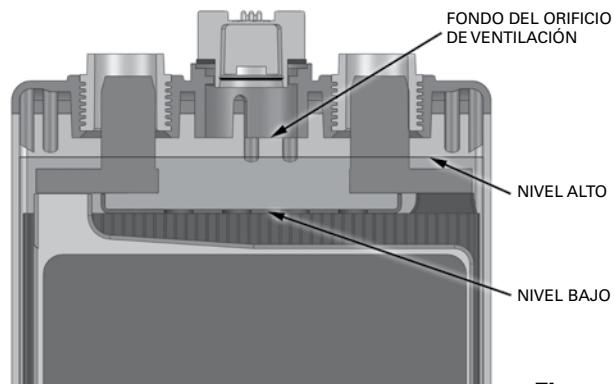

Figura 4
- Una pistola de suministro aprobada por HAWKER® es una herramienta práctica y precisa para facilitar el suministro de agua, ya que llena hasta una altura preseleccionada y se apaga automáticamente; sin embargo, debe ajustarse correctamente para que llene las celdas según los niveles indicados en la **Figura 4**, en la página siguiente.
- El agua solo debe añadirse a la batería cuando esté cerca del final de la carga y emitiendo gases. Como en ese momento el electrolito está en su nivel máximo, es seguro que el nivel establecido al agregar agua no se superará posteriormente y no se producirá desbordamiento (inundación) del electrolito. Al añadir agua cerca del final de la carga o en ese momento, debe agregar suficiente agua para llevar el nivel de electrolito a sus niveles superiores. Consulte la **Figura 4** para más detalles.
Figura 4: El diagrama muestra los límites máximos y mínimos permitidos del nivel de electrolito. La marca de nivel máximo indica el nivel correcto inmediatamente después de la carga. La marca de nivel mínimo indica que, inmediatamente después de la carga, se debe agregar agua. La línea de nivel máximo está a 1/4" (3,4 cm) por debajo de la parte inferior de la cavidad de ventilación.